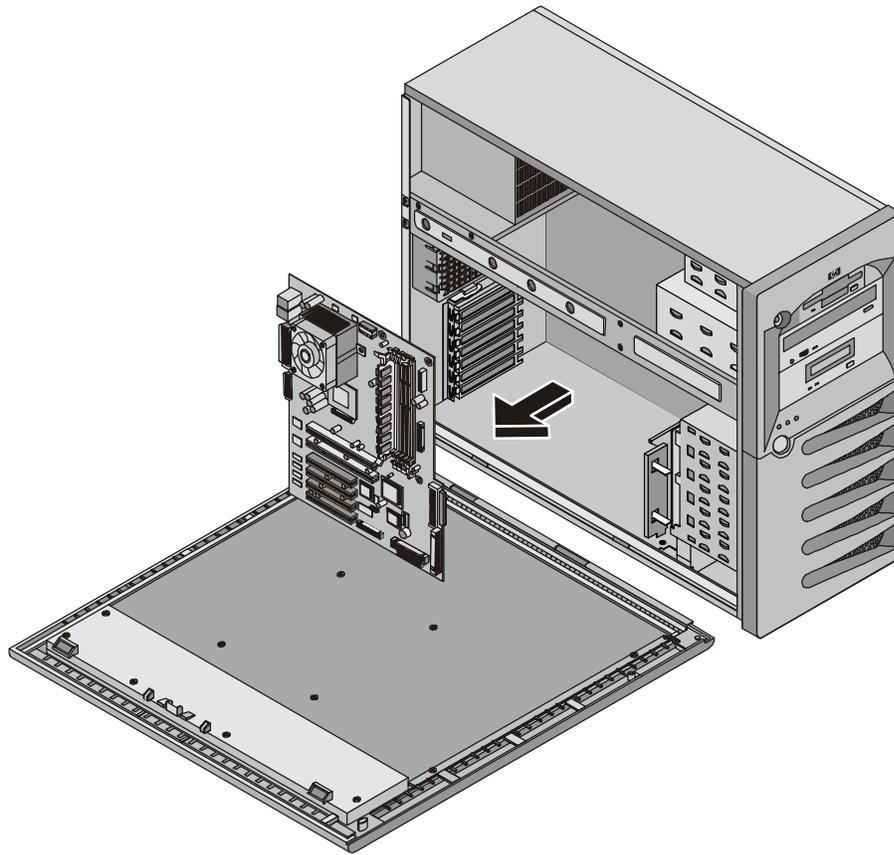

Figure 7-4. Retrait de la carte système
10. Faites glisser la carte système vers l'avant, puis soulevez-la en l'écartant du châssis. Voir Figure 7-4.